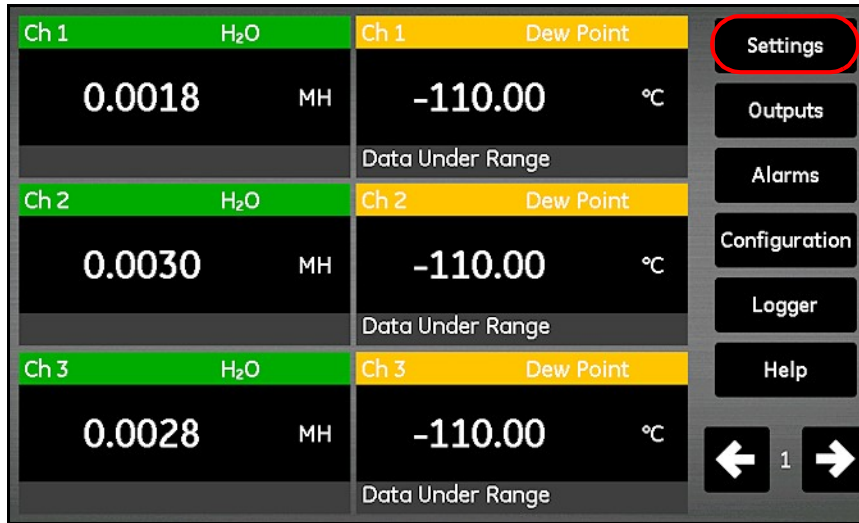

Figura 86: Botão Ajuste na Tela Principal
4. No menu principal, toque em **Ajuste** (veja a *Figura 86* abaixo).